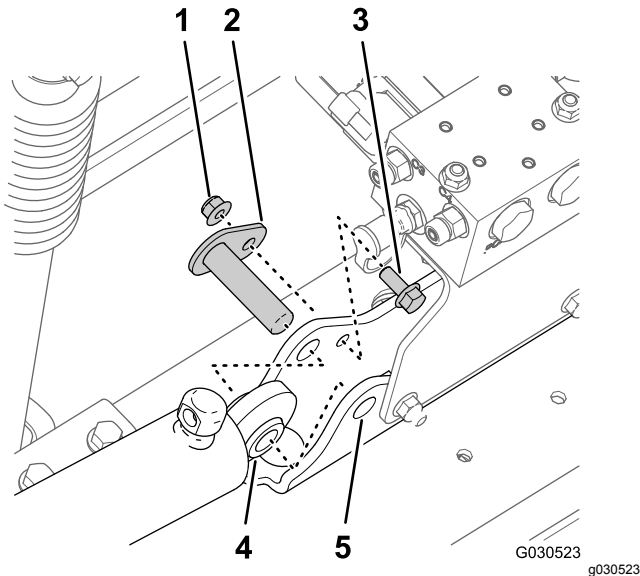

Figura 73
4. Retire la contratuerca con arandela prensada (5/16") y el perno con arandela prensada (5/16" x 3/4") que sujeta el pasador de giro al bastidor del cilindro (Figura 73).
5. Retire el pasador de giro y el cilindro de elevación de la máquina (Figura 73).